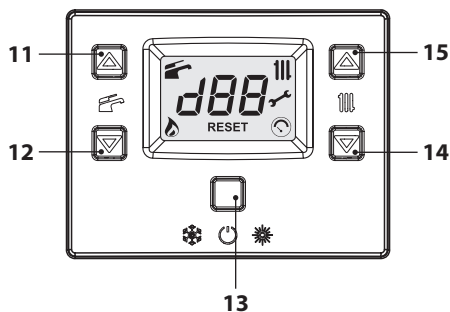

Figura 6.6
- Tenere premuto per 2 secondi il tasto 13 fino a far apparire sul display entrambe i simboli  e  (Figura 6.6).
- Spegnere la caldaia tenendo premuto per 2 secondi il tasto 13 (Figura 6.6) fino a far apparire sul display LCD il simbolo  (i trattini vengono accesi in sequenza per simulare uno scorrimento) (Figura 6.5).